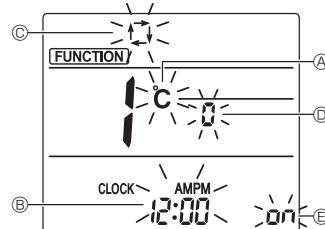

Fig. 7-10
- Se visualizará la pantalla de configuración de la visualización. (Fig. 7-10)